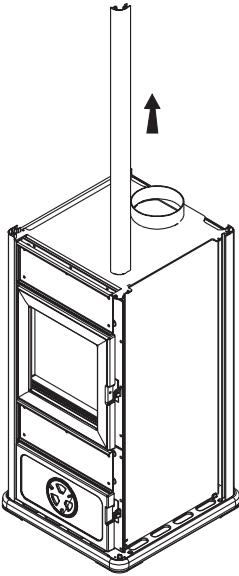

fig. 3
- eliberati profilul anterior din locas ridicandu-l (fig. 3)